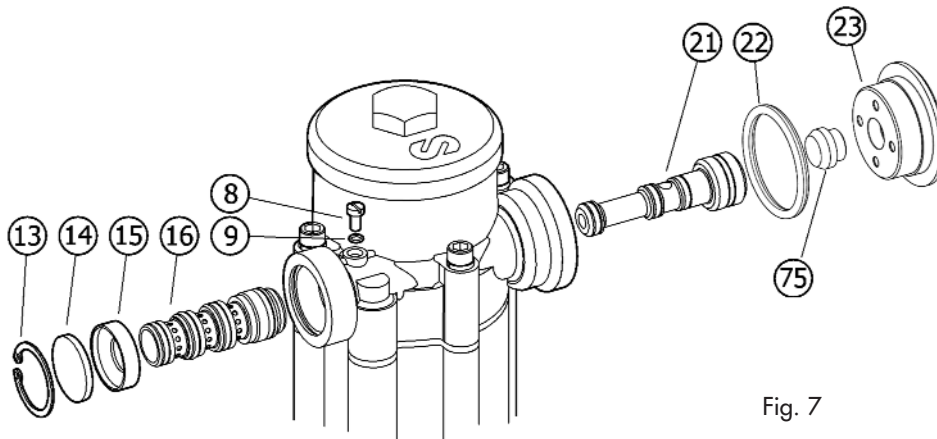

Fig. 7
Remove the distributor axle (21) (fig. 7).
Quite el eje distribuidor (21) (Fig. 7).
Démonter l'axe du distributeur (21) (Fig. 7).
Die Verteilerachse (21) entfernen (Bild 7).